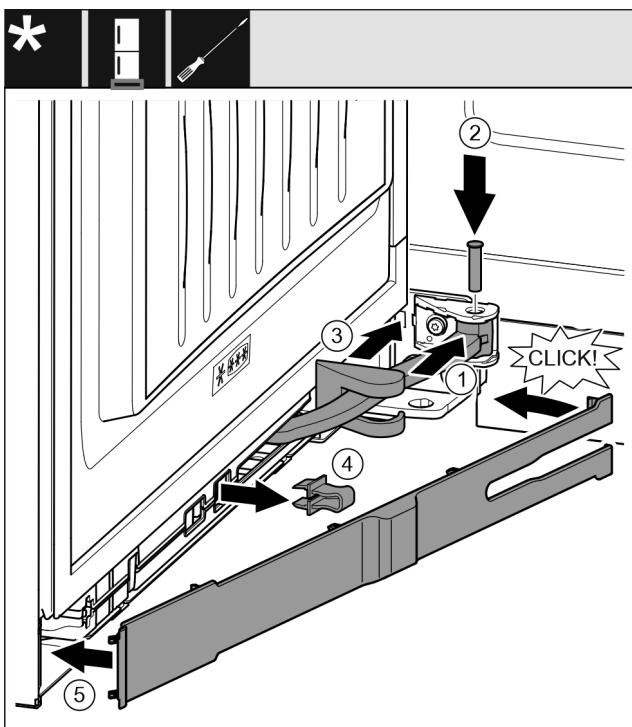

Fig. 50
► Otočte kloub Fig. 50 (1) v závěsu.
- Šroubovákem vložte čep Fig. 50 (2) do závěsu a kloubu. Přitom dávejte pozor, aby byla zajišťovací vačka správně usazena v drážce.
- Posuňte kryt stojanu ložiska Fig. 50 (3) podél kloubu a namontujte nad závěsem.
- Pojistku Fig. 50 (4) vytáhněte.
- Záslepku Fig. 50 (5) na straně madla nasadte a sklopte.